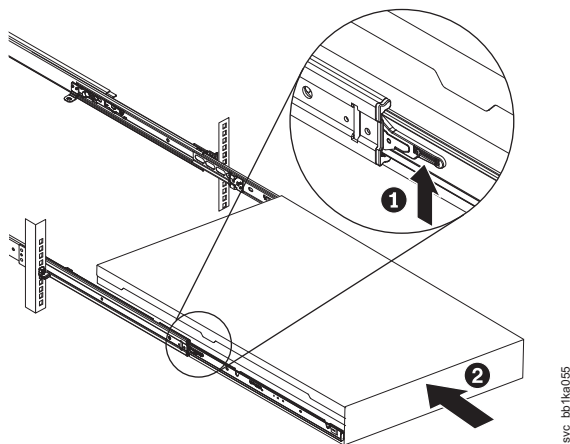

図 120. ラックのスライド・レールの 2145-DH8 ロック・レバーを上げる
30. スライド・レール上のロック・レバー (145 ページの図 120 の **1**) を上げて、サーバー **2** を、所定の位置にカチッと音を立てて収まるまで、ラック内に完全に押し込みます。